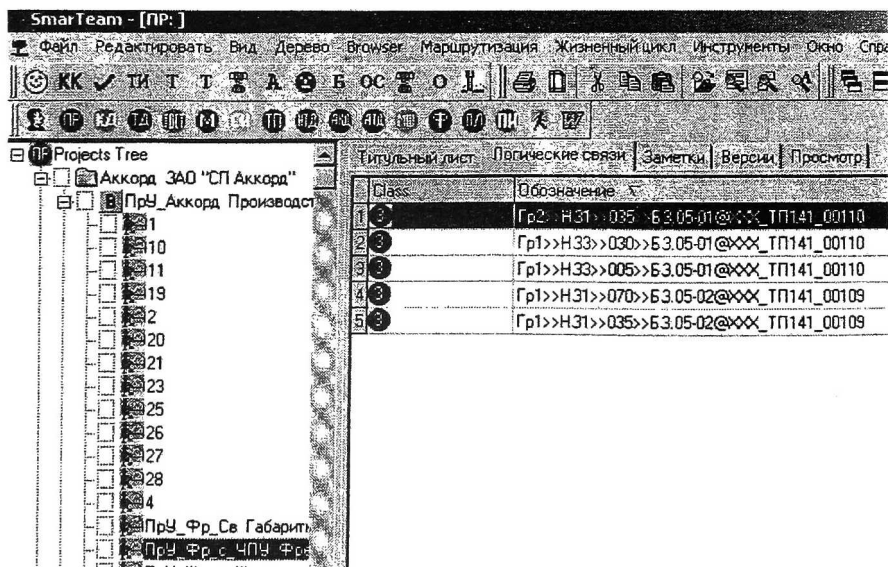

Рис. 8 - Связь между рабочим местом и операцией в технологическом процессе
1) Для заказа устанавливается связь между рабочим местом и заданием по технологическому процессу (ТП) (рис.8).